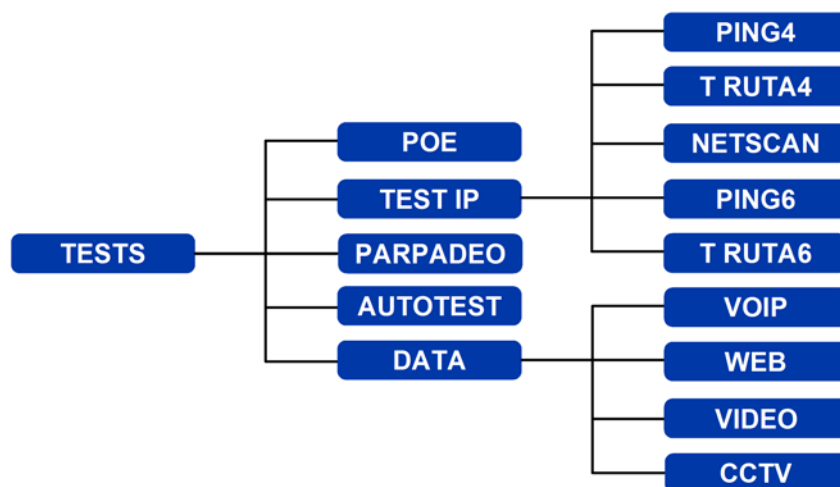

Fig. 17 Mapa de menú de tests: comprobación de Ethernet (3)
(3) Cuando se detecta una unidad remota SignalTEK NT a través de una red activa, la barra de información muestra el mensaje "Ethernet". Al seleccionar el icono TESTS, se accede a los tests de Ethernet disponibles en la Fig. 17.